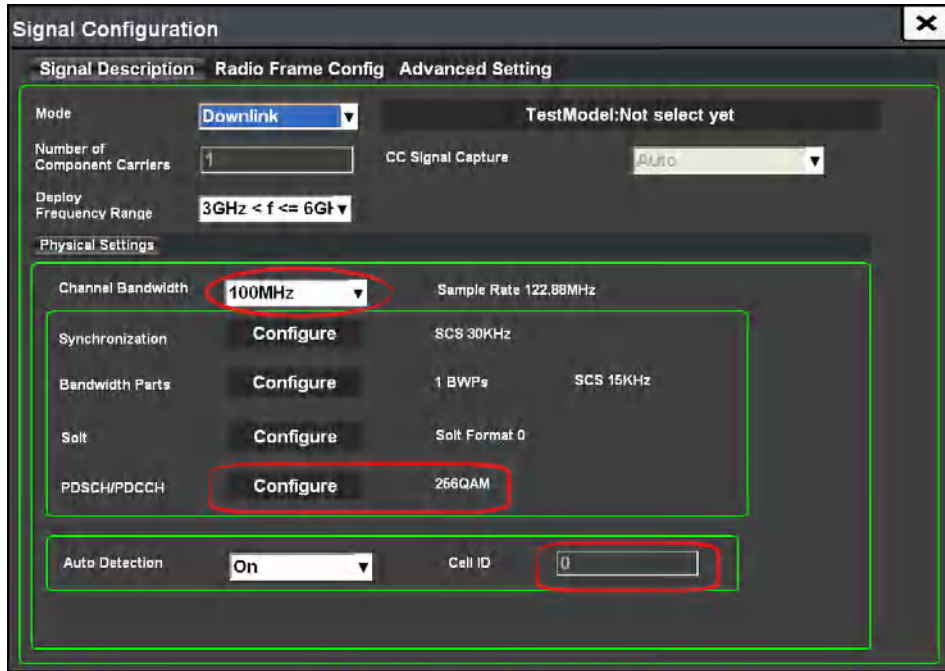
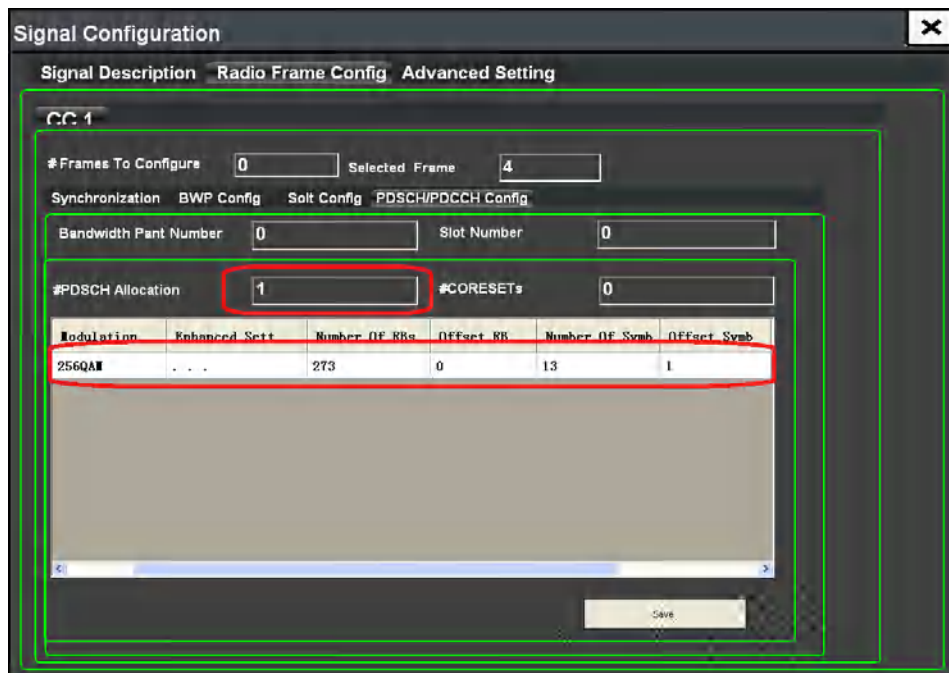

图 4.6 参数设置图 1
图 4.7 参数设置图 2
- 在【Signal Description】属性页中，设置“Channel Bandwidth”、“Cell ID”、“PDSCH/PDCCH”，点击 Configure，设置“#PDSCH Allocation”、“#CORESETS”，设置如图 4.6 所示；继续设置 PDSCH，设置“Modulation”、“Number of RBs”、“Offset RB”、“Number of Symbol”、“Offset Symbol”，设置如图 4.7 所示。设置完毕后，点击 save，再关闭对话框。